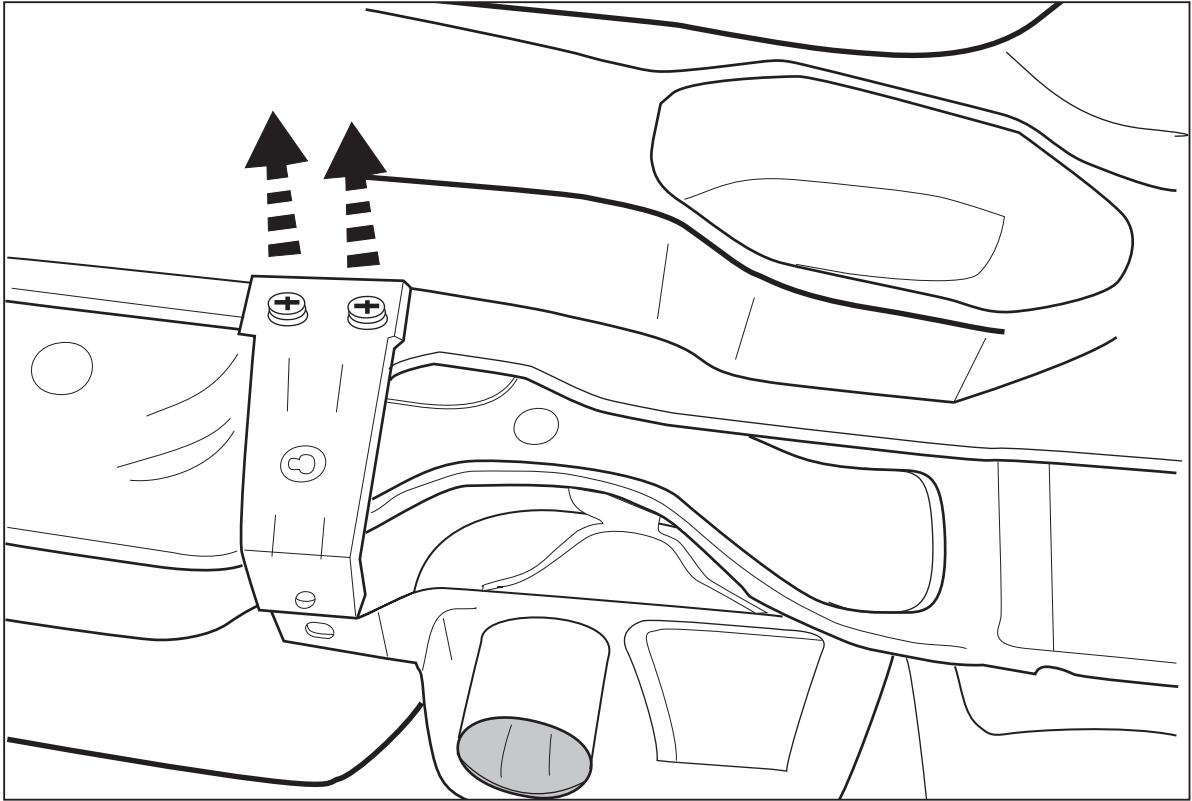

Fig.1
2. Demonter kofangerstøtterne fra kofangerens inderside af kunststof. Jævnfør fig. 1. Kofangerstøtterne anvendes ikke mere.
2. Wymontować wsporniki zderzaka z plastikowego wyposażenia wewnętrznego zderzaka. Patrz rys. 1. Te wsporniki można zlikwidować.